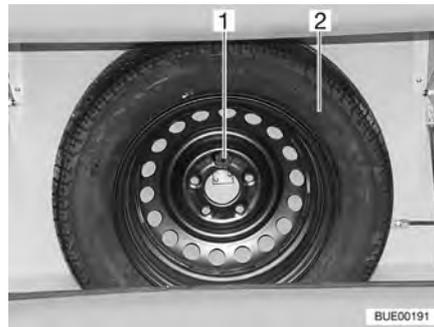

Bild 222 Ersatzrad-Halterung
Die Ersatzrad-Halterung ist im Gaskasten angebracht. Das Ersatzrad (Bild 222,2) ist gegen Aufpreis erhältlich.
- Schraube (Bild 222,1) lösen.
- Ersatzrad (Bild 222,2) entnehmen.